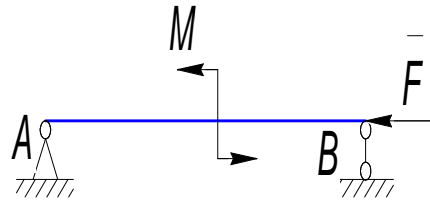

Рис.2.33
2.64. При изображенном на рис.2.33 виде нагружения стержень испытывает... [простой выбор]